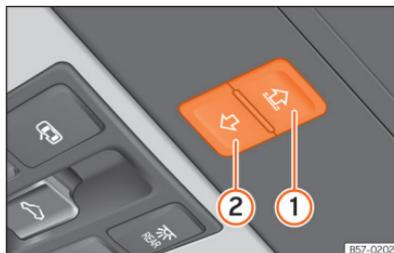

Fig. 68 No revestimento interior do teto: botão de função para utilizar a cortina de proteção contra o sol.
- Se ainda não se puder fechar, antes de passarem 5 segundos deslize o botão de função para trás sem soltá-lo Fig. 68 (2) até que